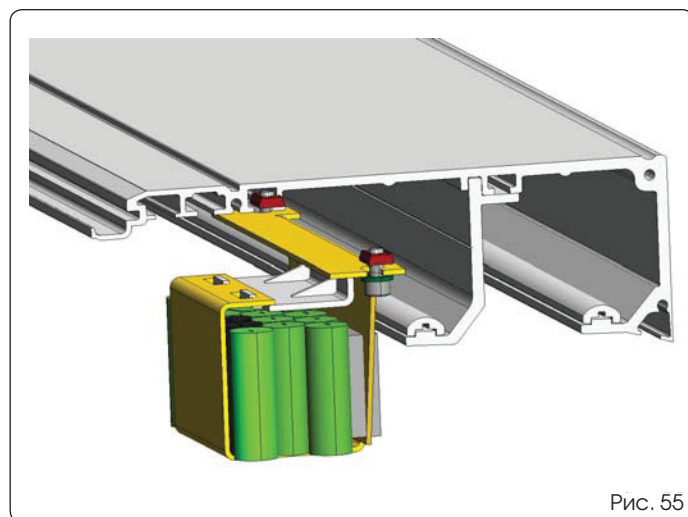

Рис. 55
- Установите две пластины на опорный профиль, как показано на рис. 55.